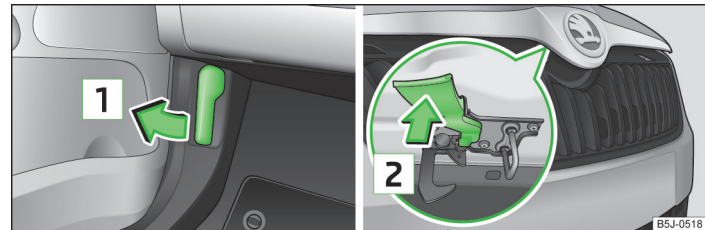

Abb. 123 Entriegelungshebel für Motorraumklappe / Entriegelungshebel
» Abb. 123.
- Den Entriegelungshebel in Pfeilrichtung **2** drücken » Abb. 123, die Motorraumklappe wird entriegelt.
Niemals die Motorraumklappe am Entriegelungshebel öffnen ➤ **Abb. 123.**